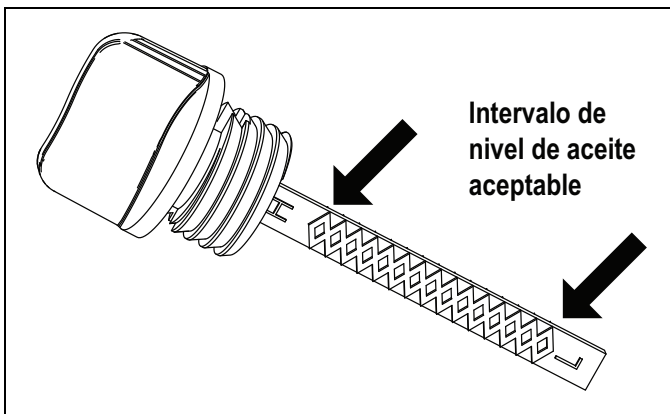

Figura 4-4. Varilla de medición
4. Compruebe periódicamente hasta que el nivel de aceite esté entre "L" y "H" en la varilla de medición (Figura 4-4.). No llene en exceso.